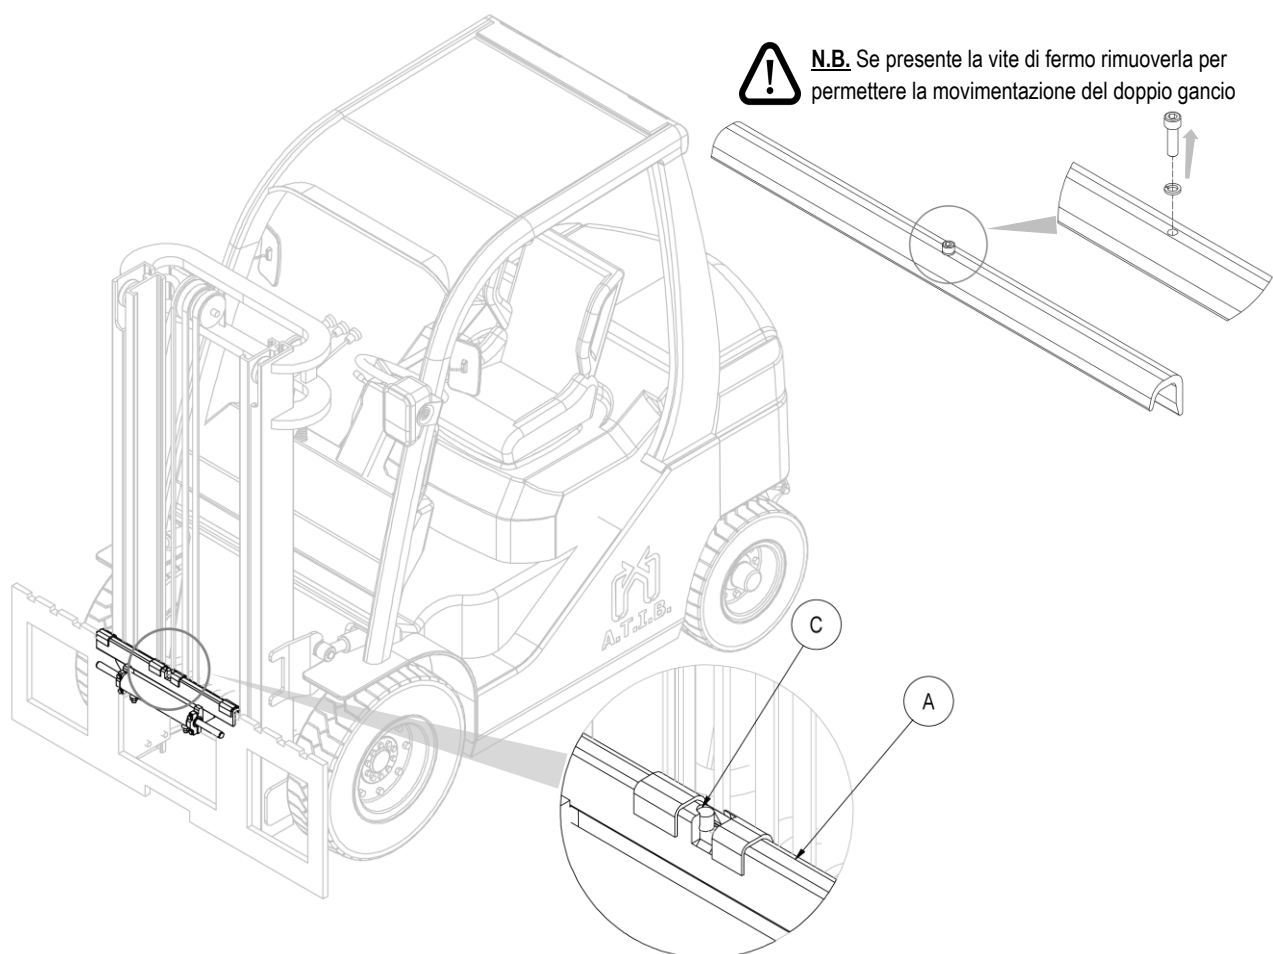

Figura 6
4. Prendere manualmente il doppio gancio **A** (con le relative bocche di scorrimento e con il relativo cilindro traslatore), e posizionarlo sul profilo superiore della piastra porta forche, avendo cura di incastrare il perno di centraggio **C** nella tacca centrale della stessa (vedi *Figura 6*).